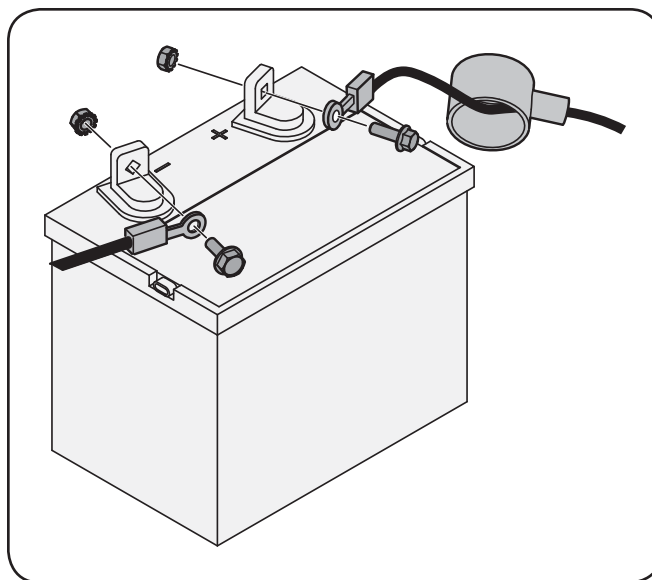

Figure 3-8
1. Enlevez le couvercle en plastique, le cas échéant, de la borne positive de la batterie et attachez le câble rouge à la borne positive de la batterie (+) avec le boulon et l'écrou à six pans. Voir la Fig. 3-8.
2. Enlevez le couvercle en plastique, le cas échéant, de la borne négative de la batterie et attachez le câble noir à la borne négative de la batterie (-) avec le boulon et l'écrou à six pans. Voir la Fig. 3-8.